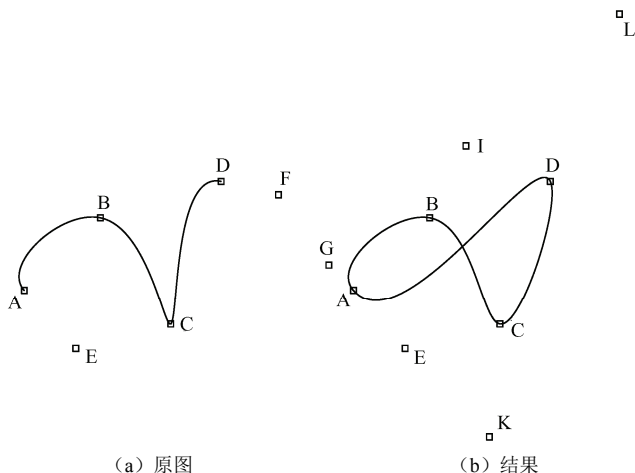

图 4-51 样条曲线编辑——闭合
(1) 如图 4-51 (a) 所示, 采用样条曲线命令绘制 ABCD 曲线, 并试闭合为如图 4-51 (b) 所示的样条曲线。